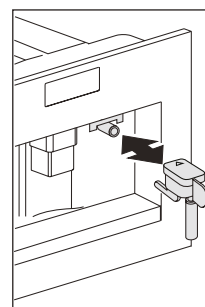

Fig. 13
- Para volver a utilizar el aparato, introduzca el surtidor de agua caliente (Fig. 13), si no está ya en su sitio y pulse el icono (B9). La pantalla muestra el mensaje "HOT WATER PRESS OK" (presión de agua caliente ok). Pulse el icono (B9) a los pocos segundos y deje que el surtidor dispense agua durante 30 segundos. Cuando se detenga la dispensación, se volverán a mostrar en la pantalla los modos básicos.